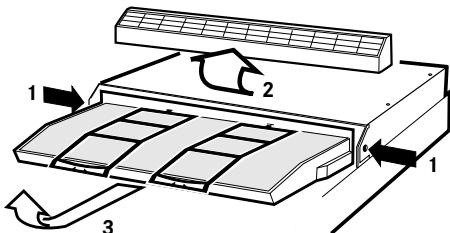

Fig. 9
Tryk låsene ind på begge sider af emhætten (1), og løft fronten fri (2). Træk den derefter ud, og løft filterholderen fri (3). Fig. 9.